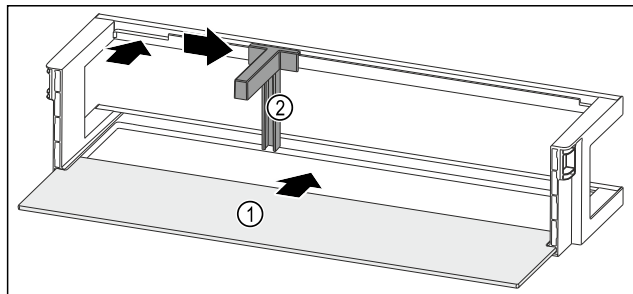

Fig. 121 Półka w drzwiach z półką
- Wsunąć półkę Fig. 121 (1) w boczne wycięcia.
- Włożyć uchwyt butelek Fig. 121 (2) do zagłębienia.
- Przesunąć uchwyt butelek Fig. 121 (2) na wybraną pozycję na bok.